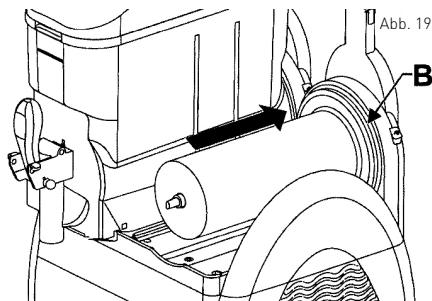

Abb. 19
- Anschließen bringen Sie den Dichtungsring des Behälters (B) an und tragen das Schmiermittel ringsum gemäß der dargestellten Abbildung auf (siehe Abb. 19).